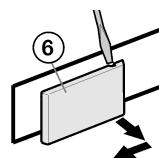

Fig. 7
- Suelte la cubierta en el lado del tirador Fig. 7 (6) con la ayuda de un destornillador y retírela hacia fuera.